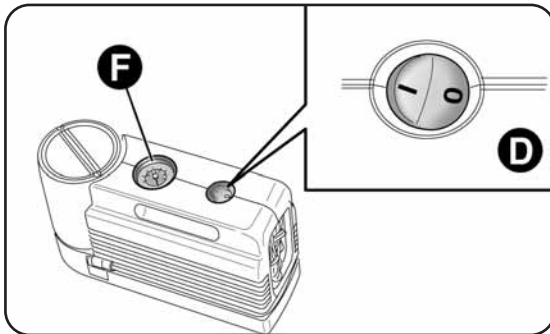
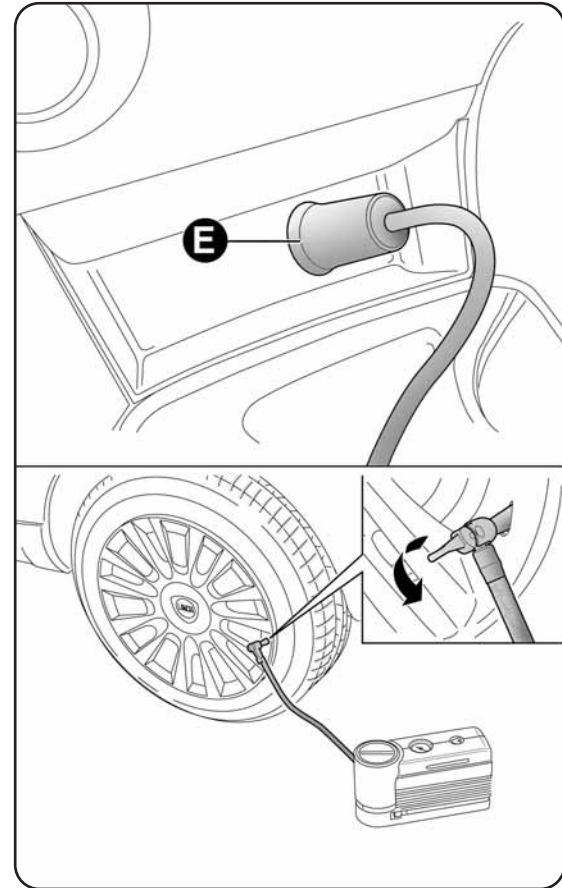

fig. 5
fig. 6
- s'assurer que l'interrupteur D-fig. 5 du compresseur est en position 0 (éteint), démarrer le moteur, insérer la fiche E-fig. 6 dans la prise de courant et actionner le compresseur en plaçant l'interrupteur D-fig. 5 en position I (allumé).
- Gonfler le pneu à la pression indiquée au paragraphe « Pression de gonflage » du chapitre « 6 ». Pour plus de précision dans la lecture, il est préférable de vérifier la valeur de la pression sur le manomètre F-fig. 5 avec le compresseur éteint ;
Le compresseur peut aussi être utilisé dans le seul but de rétablir la pression. Débrancher le raccord rapide et le brancher directement à la valve du pneu fig. 6 ; de cette manière, la bombe aérosol ne sera pas reliée au compresseur et le liquide anti-crevaison ne sera pas injecté.